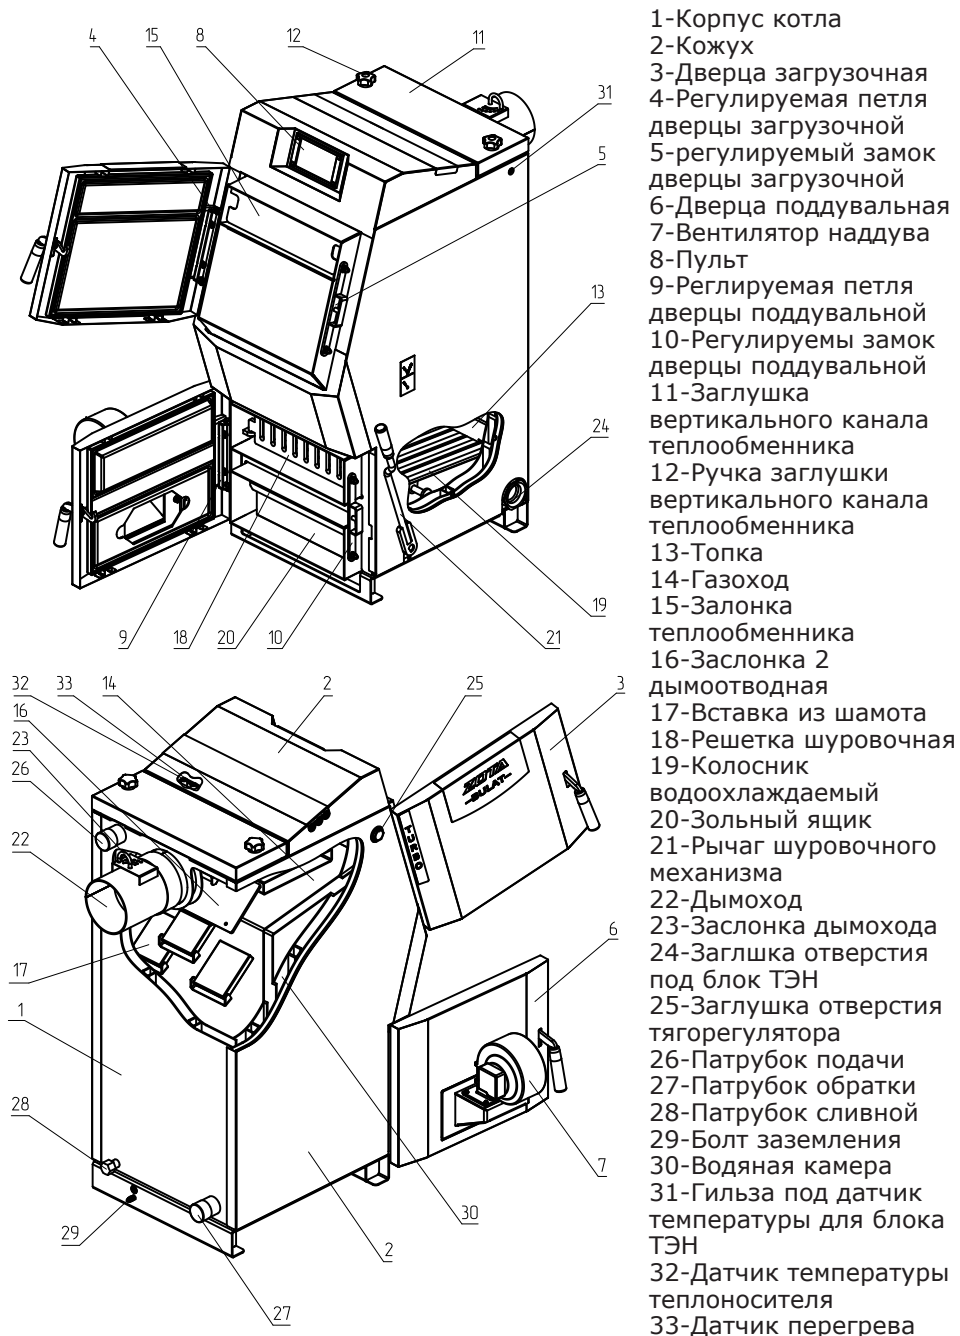

Рис.1 Конструкция отопительного котла
4.5.10. Эксплуатация котла без зольного ящика (поз.20 рис.1).
5.1. Котел (рис.1) состоит из корпуса (поз. 1), топки (поз.13), дымохода (поз.22). В нижней части топки находятся водоохлаждаемые колосники (поз. 19) и зольный ящик (поз.20).
Внимание! Не допускается эксплуатация котла, без установленного зольного ящика (Рис.1 поз.20). Эксплуатация котла без установленного зольного ящика приводит к прогоранию и деформации водонехохлаждаемых поверхностей котла. В случае нарушений условий эксплуатации котла, рекламации не принимаются.
Внимание! Не допускается эксплуатация котла, без установленной шуровочной решетки (Рис.1 поз.18). Отсутствие шуровочной решетки может привести к повреждению лакокрасочного покрытия и прогару поддувальной двери. В случае нарушений условий эксплуатации котла, рекламации не принимаются.
Внимание! Не допускается эксплуатация котла, без установленной заслонки (Рис.1 поз.15). Эксплуатация котла без установленной заслонки приводит к прогоранию и деформации водонеохлаждаемых поверхностей котла. Котел не выходит на номинальную мощность. В случае нарушений условий эксплуатации котла, рекламации не принимаются.
- Откройте заглушку вертикального канала теплообменника (Рис.1 поз.11) и уберите заслонку 2 дымоотводную (Рис.1 поз.16);
- После установки шамотных кирпичей установите заслонку 2 дымоотводную (Рис.1 поз.16) и заглушку вертикального теплообменника (Рис.1 поз.11).